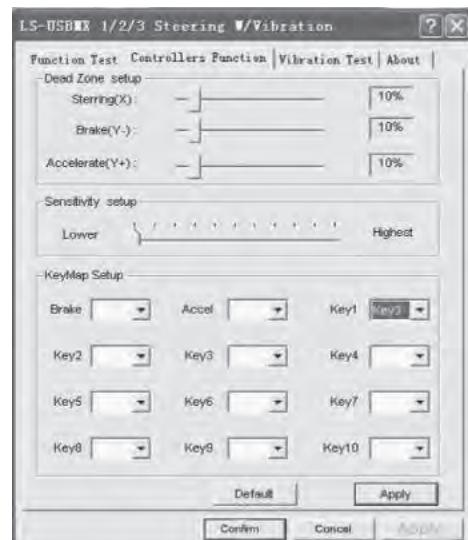

Рис. 8
- Выберите закладку «Controllers Function» для настройки осей и клавиш (рис. 8). Настройка осей и клавиш (не поддерживается OC Vista 64)
- а) настройка Dead Zone setup («мертвой зоны»): манипулятор не будет реагировать на незначительное нажатие на педали газа (Accelerate Y+) и торможения (Brake Y-) и повороты руля (Steering X), поэтому нужно установить необходимые поправки (рис. 8);
- настройка Sensitivity setup (чувствительности): чем выше установлена чувствительность, тем быстрее и оперативнее будет реакция манипулятора на нажатие педалей и повороты руля, поэтому нужно установить необходимые установки – в пределах от Lower (низкого) до Highest (см. рис. 8);
- в разделе KeyMap Setup можно перепрограммировать значение клавиш: для этого напротив обозначения клавиши необходимо выбрать нужное значение (см. рис. 8);
- при первом подключении сразу после установки драйверов можно автоматически отцентрировать манипулятор, нажав кнопку MODE ⑥.